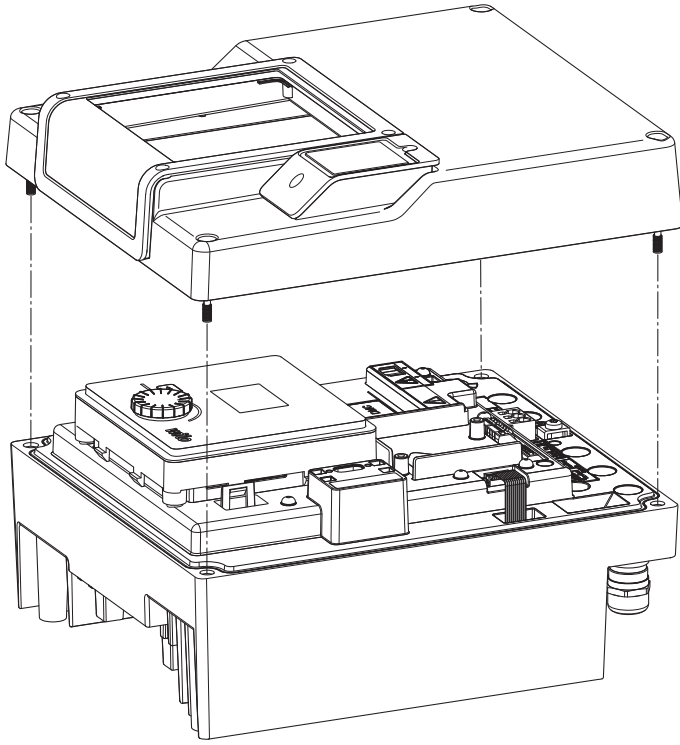

Fig. 45: فتح غطاء الوحدة الإلكترونية
- ← افتح غطاء الوحدة الإلكترونية. (Fig. 45).